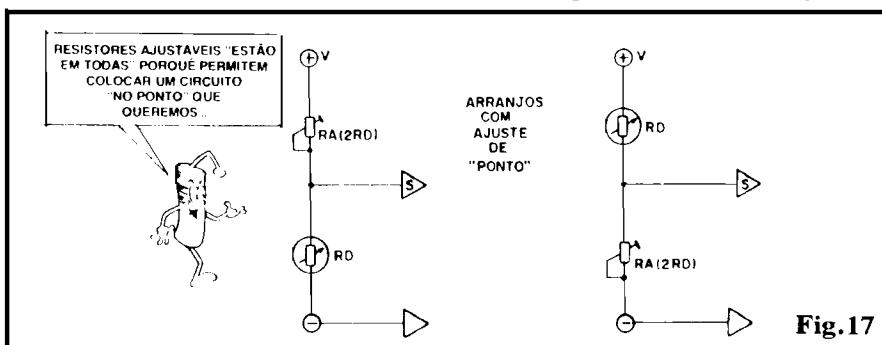

Fig.17
- FIG. 17 - Conforme foi explicado, qualquer que seja o "Resistor Dependente" utilizado num circuito ou arranjo sensor específico, será muito difícil encontrarmos **exatamente** o valor calculado, "matematicamente", nas Lojas... Isso porque as séries de RD, comerciais, não apresentam **tantos** valores nominais disponíveis (como ocorre - por exemplo - com os resistores fixos comuns...). Entretanto, esse eterno "probleminha" não é caso para "desespero"! Se estruturarmos o velho e simples divisor de Tensão, com o RD num dos ramos, e o **outro** ramo formado por um RESISTOR AJUSTÁVEL (**trim-pot** ou potenciômetro), teremos grande facilidade em "balancear" o arranjo, de modo a, em "repouso", mostrar na junção - ponto S - exatamente o valor de Tensão esperado para tal situação de **stand by**! Como sempre, situações especiais exigem cálculos especiais, mas,